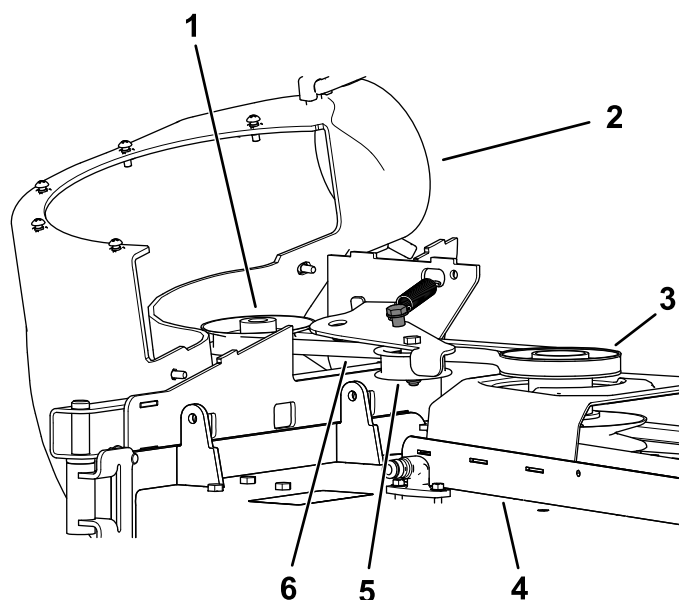

Рисунок 36
- Потяните подпружиненный натяжной шкив назад, чтобы снять натяжение ремня (Рисунок 36)
- Наденьте новый ремень на шкивы вентилятора (Рисунок 36).
- Установите новый ремень на шкив деки газонокосилки (Рисунок 36).
- Потяните подпружиненный натяжной шкив назад и наденьте на него ремень (Рисунок 36)